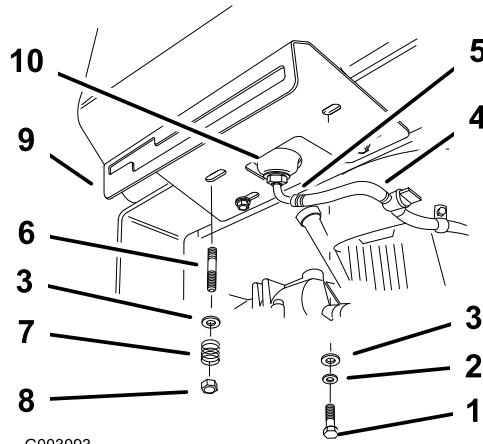

Figura 6
6. Fije el lado derecho de la chapa de la palanca de cambios y el depósito de combustible al bastidor trasero con 2 pernos (5/16 x 7/8), arandelas de freno (5/16 pulgada) y arandelas (5/16 pulgada) (Figura 6).
7. Fije el lado izquierdo de la chapa de la palanca de cambios y el depósito de combustible al bastidor trasero con arandelas (5/16 pulgada), muelles y contratuerca (5/16 pulgada) (Figura 6).